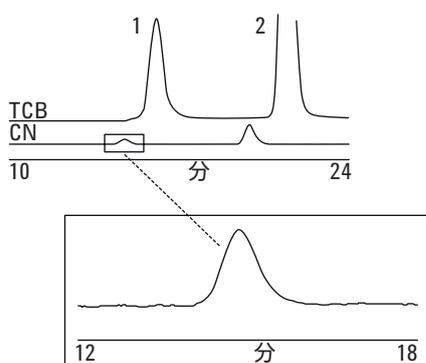

図 3. ポリスチレン標準物質の分離で得られた優れたシグナル/ノイズ比
改良型の示差屈折率 (RI) 検出器では、最新のフォトダイオードとファイバーオプティック技術を採用しています。これにより、GPC/SEC 分析に欠かせない高感度が得られると同時に、ベースラインのドリフトやノイズが抑えられます。この RI 検出器では、220 °C でも優れたシグナル/ノイズ比が得られます (図 3)。